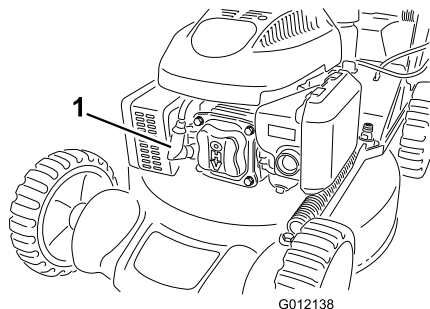

Figure 18
2. Débranchez le fil de la bougie (Figure 18) avant de procéder à un quelconque entretien.
2. Débranchez la bougie (Figure 18).